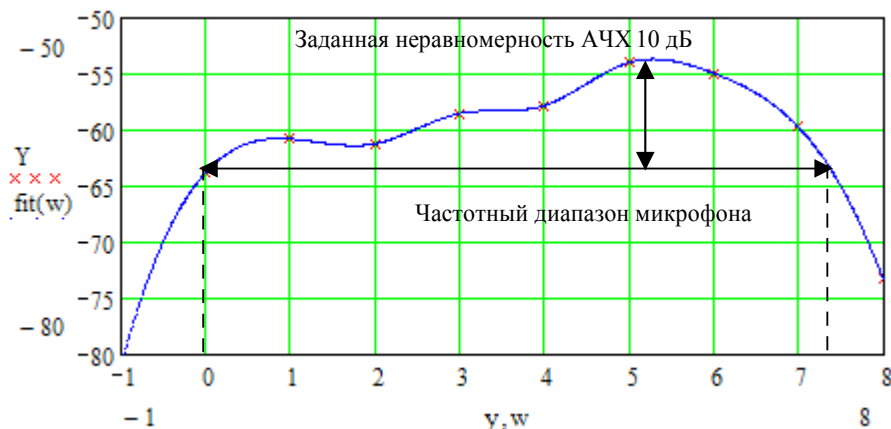

Рис.7.8. Измеренная АЧХ микрофона
5.5.4.Скопируйте график рассчитанной частотной характеристики микрофона (рис.7.8) в файл вашего отчета.